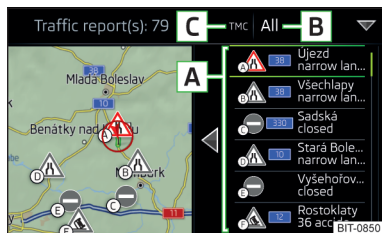

Fig. 232
En la lista de los boletines de tráfico, así como en el mapa se realiza la visualización de máximo 6 avisos, los cuales están previstos con una letra y el símbolo de una obstrucción del tráfico (p.ej. , , ) A » fig. 232.
En la posición » fig. 232 pueden visualizarse los siguientes símbolos.
- **Si se realiza una guía al destino** - después de pulsar la superficie funcional » fig. 232 pueden seleccionarse pulsando la superficie funcional **Todas las áreas** todos los boletines de tráfico, o pulsando la superficie funcional **Ruta**, sólo los boletines de tráfico que existen en la ruta, en el menú visualizado.